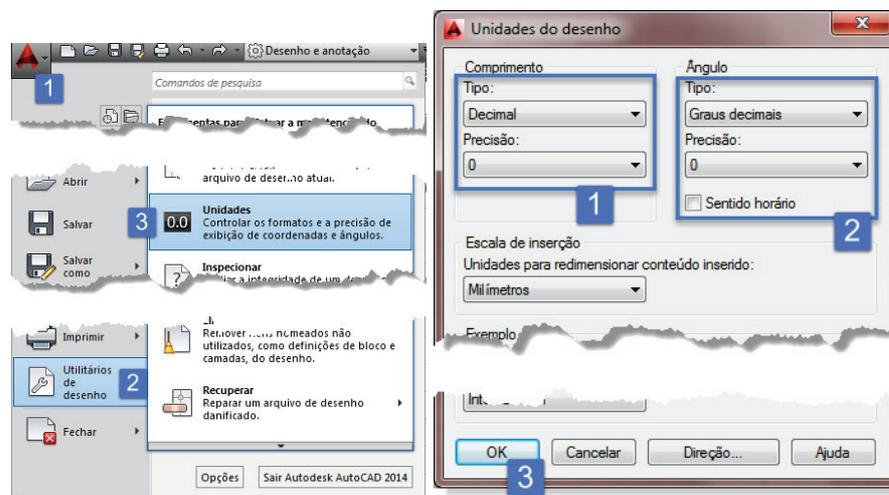

Figura 16: Configuração das unidades e da precisão
O ajuste das unidades, precisão e sentido de medição do ângulo é feito no item Utilitários do desenho. Acesse através do ícone do aplicativo (1), o botão de Utilitários do desenho (2) e o botão unidades (3). Uma nova janela é aberta, e verifique se os itens assinalados por (1) e (2) são correspondentes aos indicados na Figura 16.